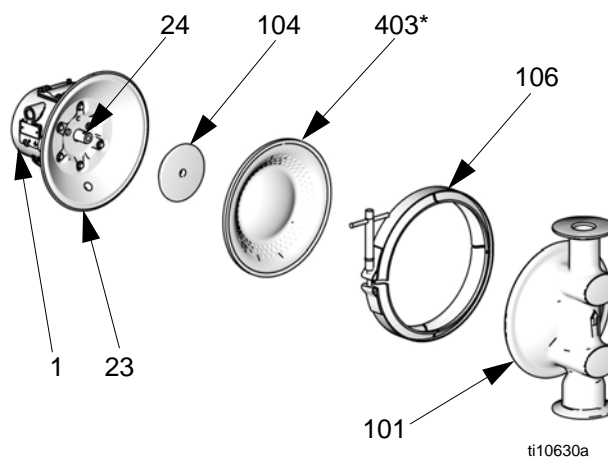

FIG. 12
3. Rimuovere i morsetti (106) che tengono i coperchi del fluido (101) ai coperchi dell'aria (23). Estrarre i coperchi del fluido (101) dalla pompa. Fare riferimento alla FIG. 12.
5. Le membrane sono montate mediante serraggio manuale. Per allentare, afferrare fermamente entrambe le membrane intorno al bordo esterno e ruotare in senso antiorario. Un gruppo membrana sarà libero e l'altro rimarrà collegato all'albero. Rimuovere la membrana libera (403) e la piastra del lato aria (104).
6. Estrarre dal corpo centrale (1) il gruppo della membrana dell'altro lato e l'albero (24). Tenere ferme le parti piatte dell'albero con una chiave a bocca da 19 mm e rimuovere la membrana e la piastra del lato aria dall'albero.
7. Controllare che l'albero della membrana (24) non presenti usura o graffi. Se danneggiato, verificare che i cuscinetti (19) siano in posizione. Se i cuscinetti sono danneggiati, fare riferimento a pagina 24.
8. Raggiungere l'interno del corpo centrale (1) con un uncino per anello di tenuta e agganciare i premiguarnizioni a U (402), quindi estrarli dal corpo. Questo può essere fatto senza rimuovere i cuscinetti (19).